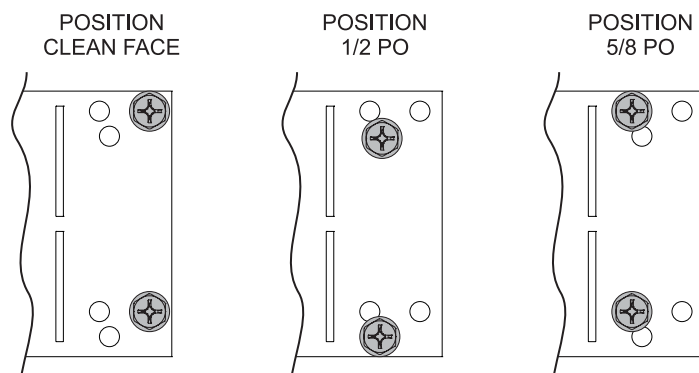

Figure 13
3. Repérer les brides de clouage dans l'enveloppe d'installation et les fixer aux côtés du foyer avec deux vis hexagonales n° 10-32 x 1/2. Les brides ont trois positions pour convenir au panneau mural qui est installé sur la façade de l'appareil (Clean Face) ou affleurant avec la façade de l'appareil avec une paroi de 1/2 ou 5/8 po. Voir figure 13.